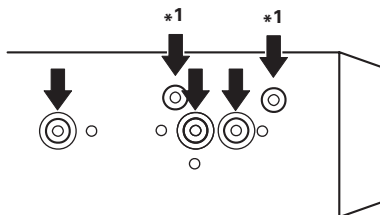
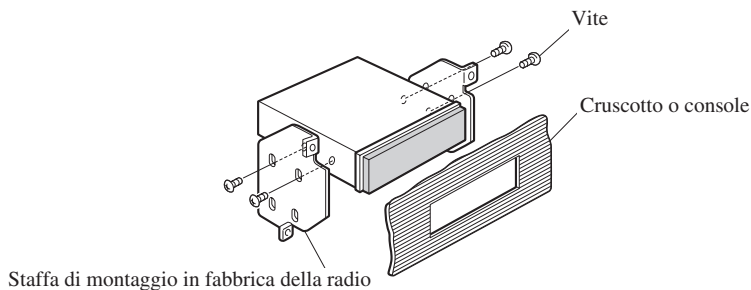

Fig. 12
Fig. 13
2. Fissaggio dell'apparecchio alla staffa di montaggio della radio montata in fabbrica. (Fig. 12) (Fig. 13)